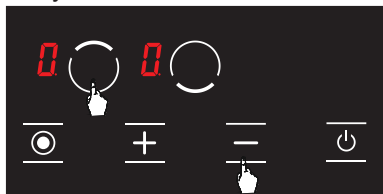

Рисунок 21
2. Одновременно нажмите кнопку выбора нижней конфорки (**0**) и кнопку минуса (**-**). (см. Рисунок 21) Вы услышите короткий звуковой сигнал. Затем поднимите пальцы с панели управления плиты.